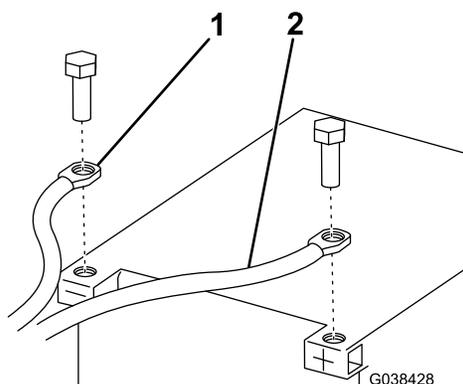

Figure 9
13. Reliez le câble d'alimentation/de masse noir à la borne négative (-) de la batterie (Figure 9).
14. Reliez le câble d'alimentation/de masse rouge à la borne positive (+) de la batterie (Figure 9).